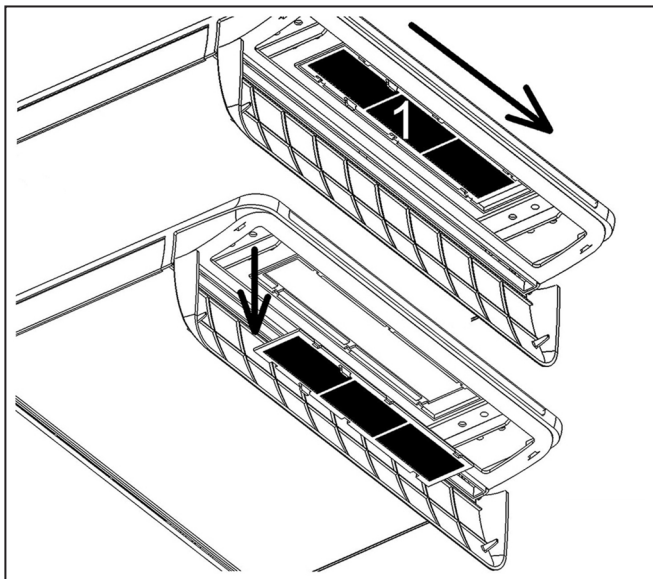

Fig. 17
Öppna varje lucka på diffusorn. Dra sedan ut filtren ("Fig. 17" ref. 1) genom att låta dem glida i pilarnas riktning tills de lossnar. Sätt tillbaka filtren i sina säten efter underhållet. Sätt fast dem igen genom att låta dem glida i motsatt riktning.